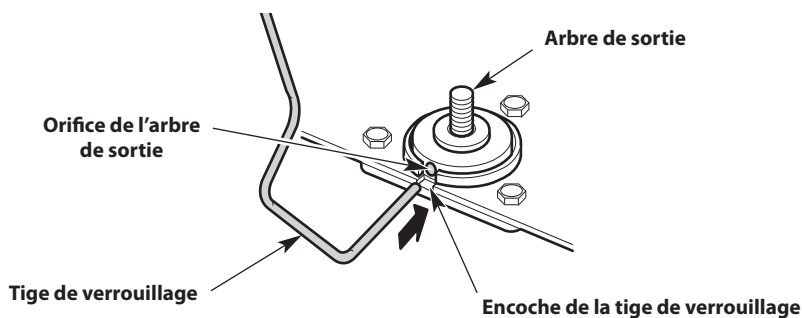

Fig. 7
1. Alignez l'orifice de l'arbre de sortie avec l'encoche pour tige de verrouillage. Insérez la tige de verrouillage dans l'encoche pour tige de verrouillage, puis dans l'orifice de l'arbre de sortie (Fig. 7).
4. Alignez l'orifice de l'arbre de sortie avec l'encoche pour tige de verrouillage. Insérez la tige de verrouillage dans l'encoche pour tige de verrouillage, puis dans l'orifice de l'arbre de sortie (Fig. 7).